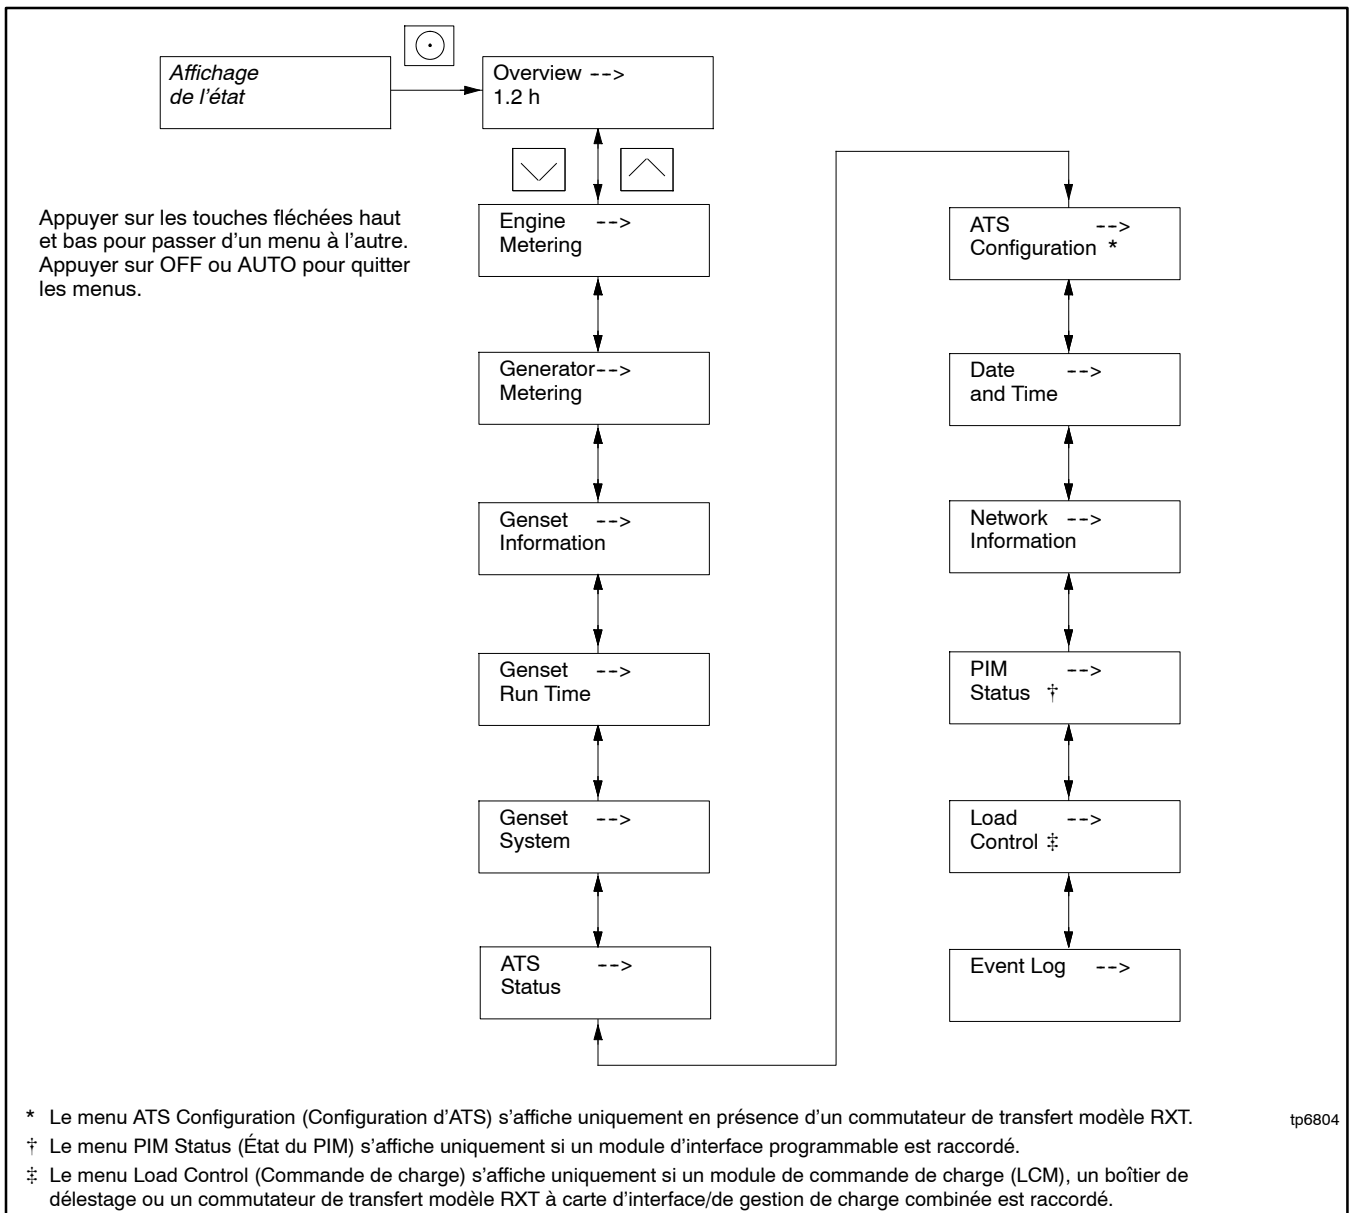

Figure 3-9 Menu principal du RDC2
2. Appuyer sur la touche fléchée bas jusqu'à afficher le menu souhaité. Le menu Genset System (données système) est utilisé dans cet exemple. Voir Figure 3-9.
2. Appuyer sur la touche fléchée bas jusqu'à afficher le menu souhaité. Voir Figure 3-9. Cet exemple utilise les réglage de la date et de l'heure.
2. Appuyer sur la touche de sélection pour accéder au menu principal. Voir Figure 3-9.
Appuyer une fois sur la touche de sélection pour afficher le menu principal. Overview (vue d'ensemble) s'affiche. Voir Figure 3-9. Appuyer sur la touche fléchée bas pour avancer jusqu'au menu suivant, Engine Metering (mesures du moteur). Utiliser les touches fléchées haut et bas pour monter et descendre à travers les menus présentés à la Figure 3-9.